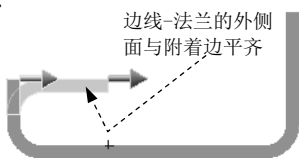

图 10.2.20 材料在内
- ☑ “材料在内”按钮 ：边线-法兰的外侧面与附着边平齐，如图 10.2.20 所示。